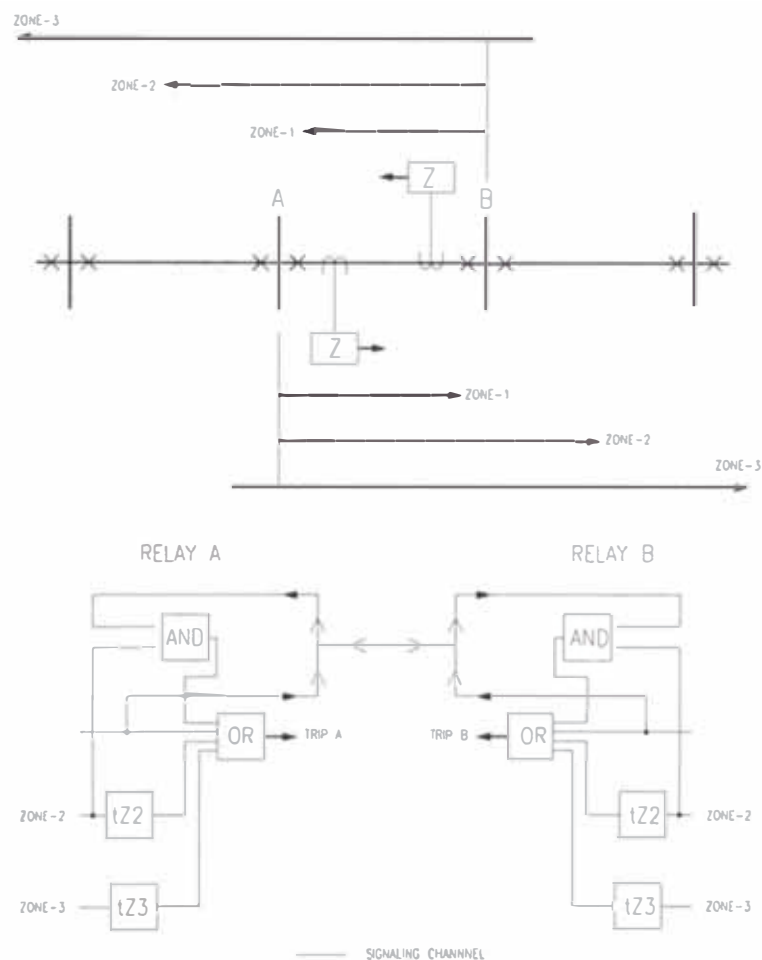

Figura I.8
1.5.3 Subcance permisivo con transferencia de disparo (PUTT) (Figura I.8)